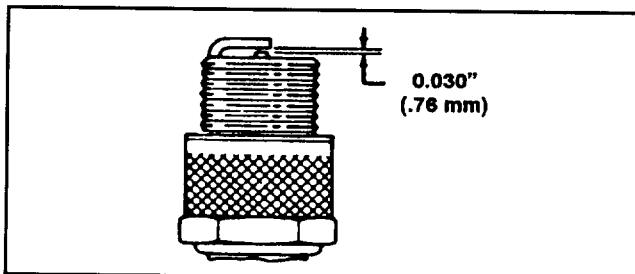

Abbildung 16
- 3.** Den Luftspalt auf 0,76 mm einstellen (Abb. 16). Die auf den korrekten Abstand eingestellte Zündkerze mit einer Dichtungsscheibe versehen und auf 19 N·m anziehen.